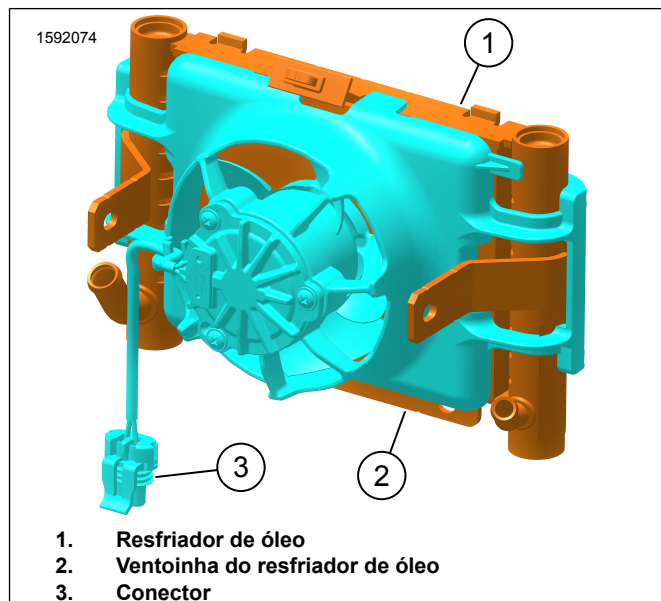
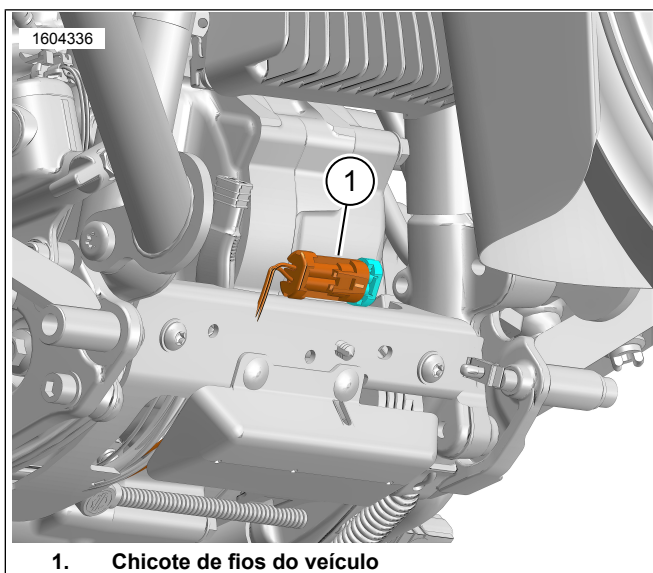

Figura 3.
Figura 4. Chicote de fios do veículo
1. Veja a figura 3. Instale a ventoinha do resfriador de óleo (2) no resfriador de óleo (1).
3. Veja a figura 3. Conecte o conector da ventoinha do resfriador de óleo (3) no chicote de fios do veículo (1). Veja a figura 4.